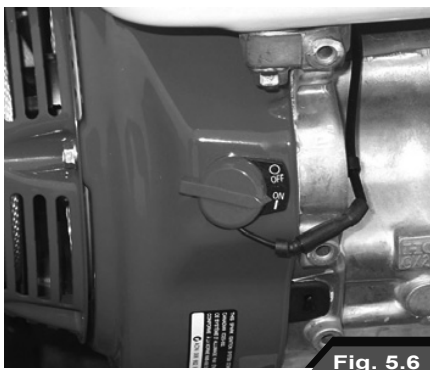

Fig. 5.6
- Posicione el interruptor motor ON/OFF en ON (Fig. 5.6).
- Aferre la manija del encendido motor (15), tire delicadamente en modo de favorecer el enganche del mecanismo de movimiento de la rueda. Sucesivamente den un enérgico tirón, si es necesario pueden ayudarse apoyando el pié sobre la rueda para ejercer mayor fuerza. Repita esta operación dando siempre golpes secos y firmes hasta el encendido del motor.
- Para apagar el motor basta posicionar el interruptor ON/OFF en OFF (Fig. 5.6), el motor se detendrá en pocos segundos.